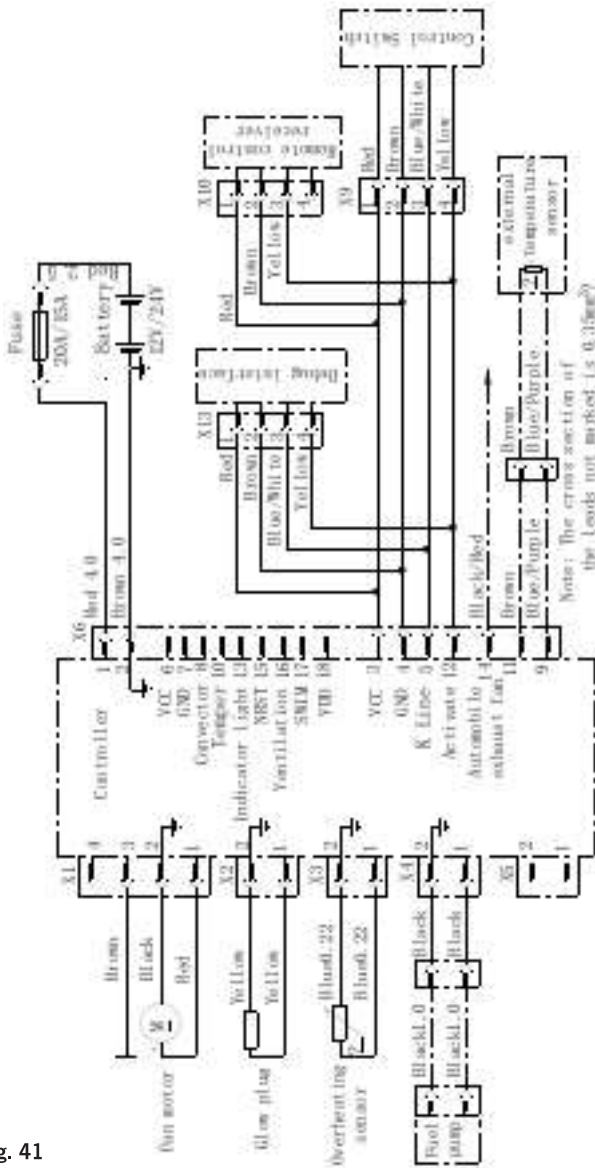

Fig. 41
- Gli schemi di cablaggio del riscaldatore sono indicati nella Fig. 41 (pagina 52) e nella Fig. 42 (pagina 53).